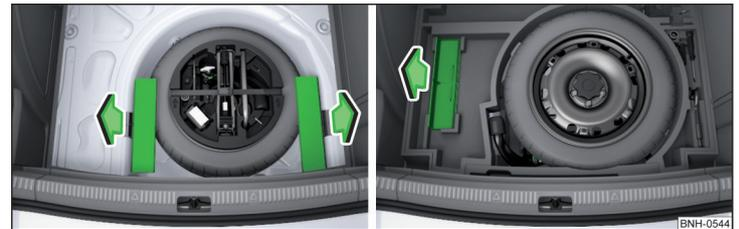
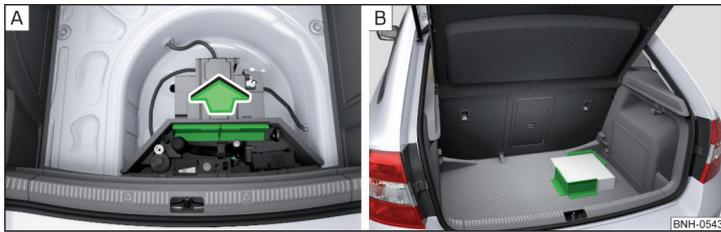

Fig. 98 Retirar los elementos de carga: Variante 1 / Variante 2
Fig. 99 Retirar los elementos de carga: Variante 3 / Ejemplo de fijación de la carga por medio del elemento de carga
► Retirar los elementos de carga en el sentido de la flecha » fig. 98 o » fig. 99 - **A**.
► Fijar si es posible los elementos de Cargo con cierre velcro cerca de los asientos traseros sobre la moqueta del maletero » fig. 99 - **B** o sobre el lado de tela de la moqueta de ambos lados.